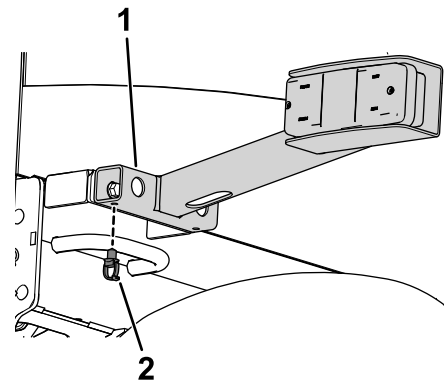

Figura 18
7. Inserite una clip di fissaggio nel foro posteriore della luce posteriore destra (Figura 18).